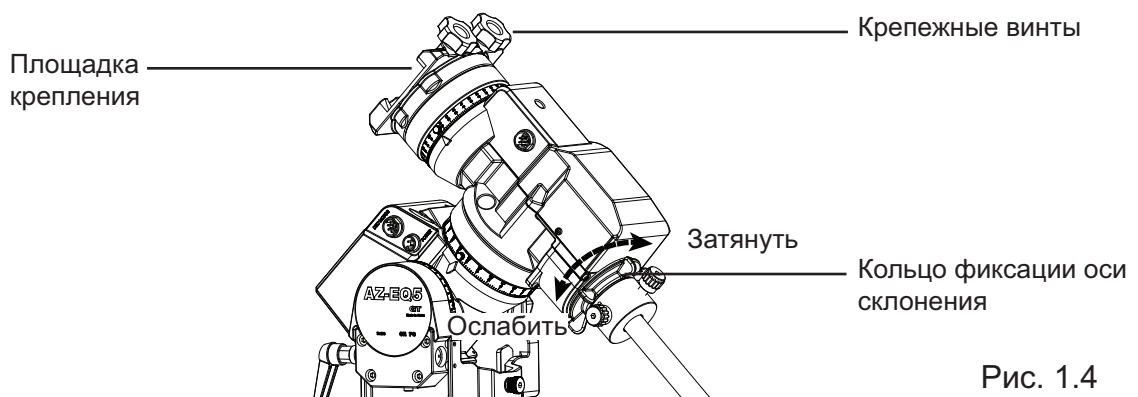

Рис. 1.4
2. Ослабьте кольцо фиксации оси склонения и поверните ось склонения до положения, при котором два фиксатора площадки крепления «ласточкин хвот» направлены вверх, а паз площадки расположен горизонтально (рис. 1.4). Закрепите кольцо фиксации оси склонения.